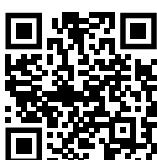

Fig. 121
- Откройте Liebherr SmartMonitoring Dashboard. (см. Fig. 121)